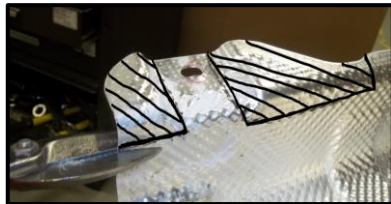

Figura 2
- Bajar el silenciador y quitar el protector térmico:** Bajar los (2) colgantes del aislante de goma del tubo de escape, uno en el costado y el otro en la parte trasera del silenciador. Nota: Rociar un lubricante o agua jabonosa en el vástago del colgante de metal y el aislante de goma ayuda para el desmonte. Retirar el protector térmico con una llave de 10 mm. Recortar de la forma indicada. Ver Figura 2.
- Quitar la moldura de la fascia inferior:** Confirmar y marcar el centro de la fascia inferior. Extraer el remache plástico en la parte inferior de la fascia. Quitar (1) tornillo de cada lado, ubicado dentro de la fascia en el punto de fijación inferior con un destornillador de estrella. Separar ligeramente la moldura de la fascia inferior desde la placa posterior al halar la moldura hacia arriba (si es necesario aplicar una presión mínima en las lengüetas ubicadas en el interior de la fascia trasera. Retirar las lengüetas plásticas restantes de la fascia.
- Levantar el enganche para la plantilla:** Mediante el procedimiento inverso del alambre de insertar, instalar las piezas 1 y 2 en el orificio de acceso existente en el bastidor (dejar el alambre de insertar instalado en la pieza 1). Insertar los alambres de halar a través de los orificios delanteros en el enganche. Levantar el enganche a su lugar, insertar la pieza 3 sobre el alambre de insertar, usando la arandela cónica para sostener el perno en su lugar, retirar los alambres de insertar y colocar la tuerca hexagonal. Apretar a mano en ambos lados. Revisar que el enganche esté nivelado y centrado en el vehículo. Usando el enganche como plantilla, marcar y perforar los dos (2) orificios posteriores en ambos lados.
2. Bajar el silenciador y quitar el protector térmico: Bajar los (2) colgantes del aislante de goma del tubo de escape, uno en el costado y el otro en la parte trasera del silenciador. Nota: Rociar un lubricante o agua jabonosa en el vástago del colgante de metal y el aislante de goma ayuda para el desmonte. Retirar el protector térmico con una llave de 10 mm. Recortar de la forma indicada. Ver Figura 2.
3. Quitar la moldura de la fascia inferior: Confirmar y marcar el centro de la fascia inferior. Extraer el remache plástico en la parte inferior de la fascia. Quitar (1) tornillo de cada lado, ubicado dentro de la fascia en el punto de fijación inferior con un destornillador de estrella. Separar ligeramente la moldura de la fascia inferior desde la placa posterior al halar la moldura hacia arriba (si es necesario aplicar una presión mínima en las lengüetas ubicadas en el interior de la fascia trasera. Retirar las lengüetas plásticas restantes de la fascia.